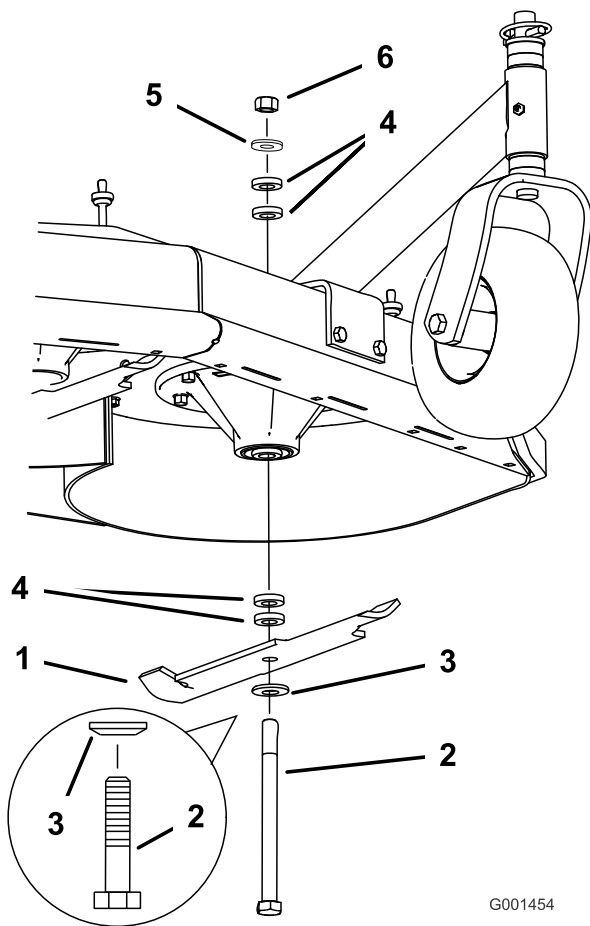

Figura 66
- Retire la tuerca, el perno de la cuchilla, la arandela curva, la cuchilla, los espaciadores, y la arandela fina del eje (Figura 66).
1. Instale el perno, la arandela curva y la cuchilla. Seleccione el número correcto de espaciadores para la altura de corte deseada, y deslice el perno dentro del eje (Figura 66).
2. Instale los espaciadores restantes, en su caso, y sujételos con una arandela fina y una tuerca (Figura 66).